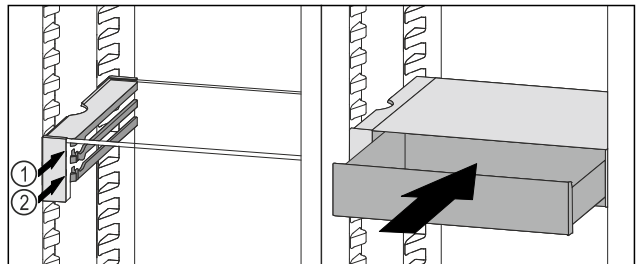

Fig. 139
- Placer le tiroir VarioSafe derrière les butées sur la nervure désirée Fig. 139 (1) ou Fig. 139 (2).